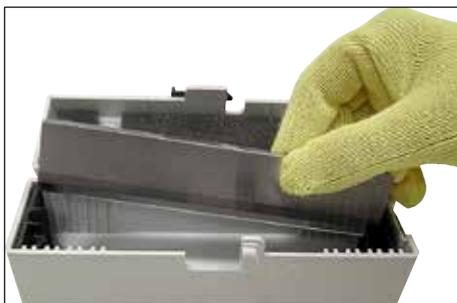

Fig. 46
- Une fois le couteau sorti du porte-couteau, il est rangé en toute sécurité dans le coffret (→ "Fig. 46"). **NE JAMAIS** déposer le couteau sans son coffret sur le plan de travail près de l'appareil !